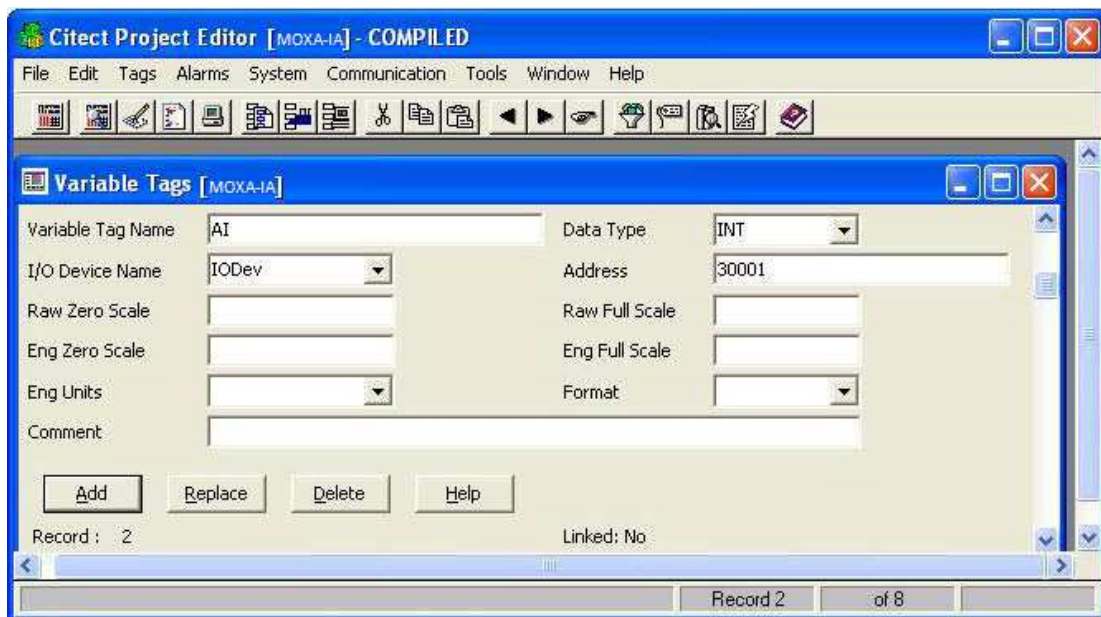

Рис. 12
2.10 Определите тег AI (Рис. 12): тип данных - **INT**, Modbus адрес = **30001**.